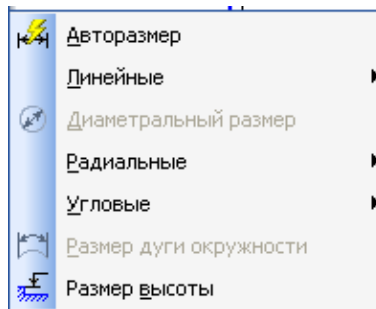

Рисунок 4.5 Спливаюче меню проставляння розмірів
– клацніть у головному меню по пункті **Инструменты**, а потім у меню, що випадає, по пункті **Размеры**. З'явиться спливаюче меню, показане на рис. 4.5.